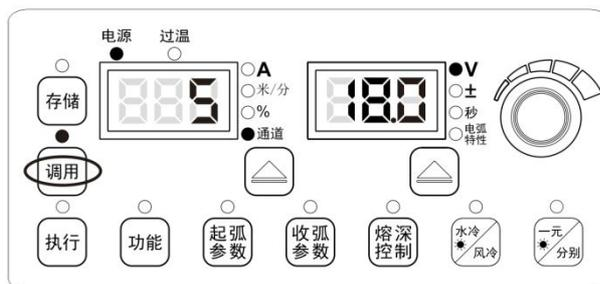

图3-17 调用设置界面
2. 用面板旋钮选择调用的**通道**号（0~49），按**执行**键确认，如图 3-17 所示。